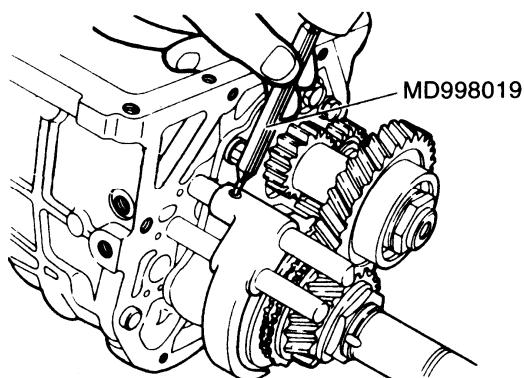

图 3-44 敲出超速/倒档换档叉的弹簧销
(7) 拆卸超速/倒档换档叉弹簧销时, 如图 3-44 所示, 用专用工具敲出超速/倒档换档叉的弹簧销。